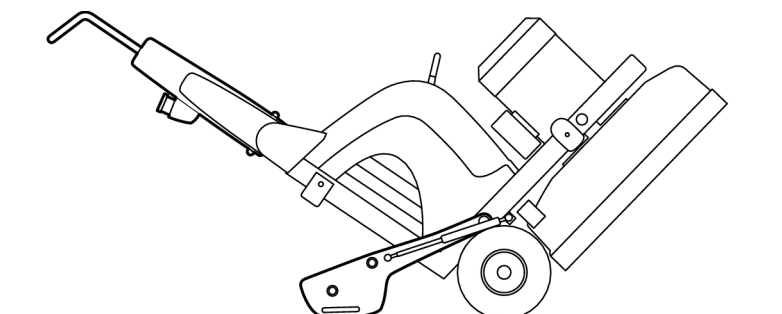

Рисунок 4-10. Складывание назад
3. Осторожно опрокиньте машину назад, чтобы грузы коснулись пола, см. Рисунок 4-10, стр. 23.